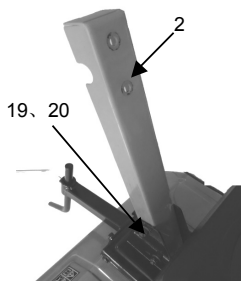

Figura 7
5. Fare riferimento alla Figura 7 per installare la staffa.
6. Fare riferimento alla Figura 7 per installare la staffa.